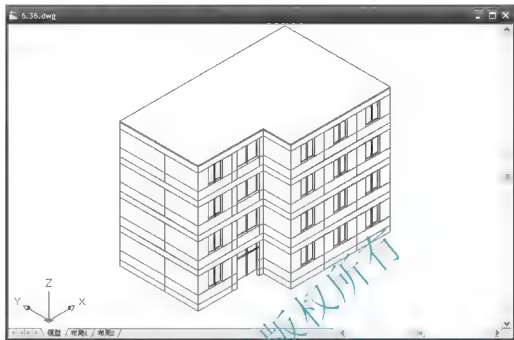

图 6.36 建立屋面模型
- (1) 在命令行输入“M”后按 Enter 键, 启动【移动】命令。
- (2) 在选择对象: 提示下, 选择拉伸后的图形。
- (3) 在指定基点或 [位移(D)] <位移>: 提示下, 在绘图区域任意单击一点作为【移动】命令的基点。
- (4) 在指定基点或 [位移(D)] <位移>: 指定第二个点或 <使用第一个点作为位移>: 提示下, 输入“@0,0,13200”。
- (5) 将【墙】、【勒脚】、【门窗框】和【玻璃】图层打开, 结果如图 6.36 所示。